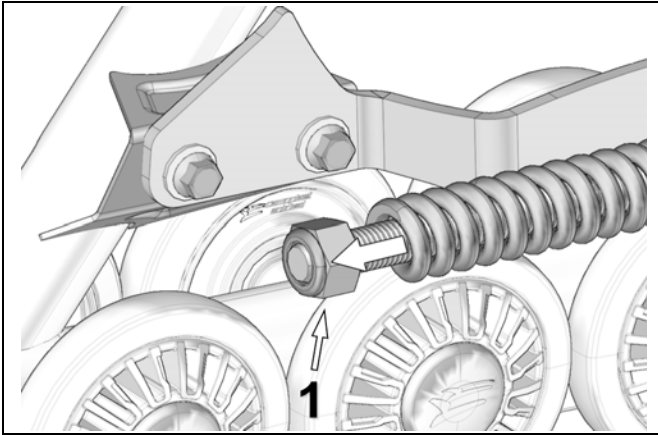

Abbildung 8
- Mutter (1), die die Feder der Stabilisierungsstange zusammendrückt, lösen. Siehe Abbildung 8.